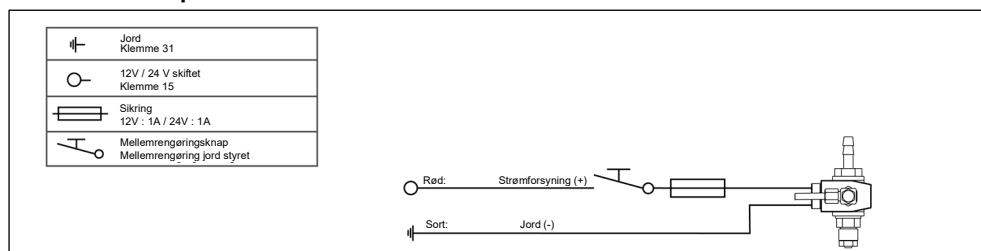
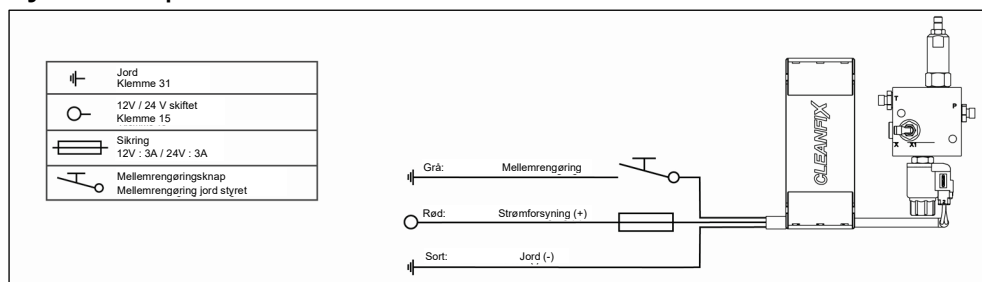

Fig. 65
Fig. 73
Hvis der er en kontaktstyret, strømforsyning med sikring (klemme 15) med tilstrækkelig spænding (se Fig. 65 - Fig. 73), kan den bruges.
- 40) Tilslut den elektroniske komponent til maskinens strømforsyning (se Fig. 65 - Fig. 73).